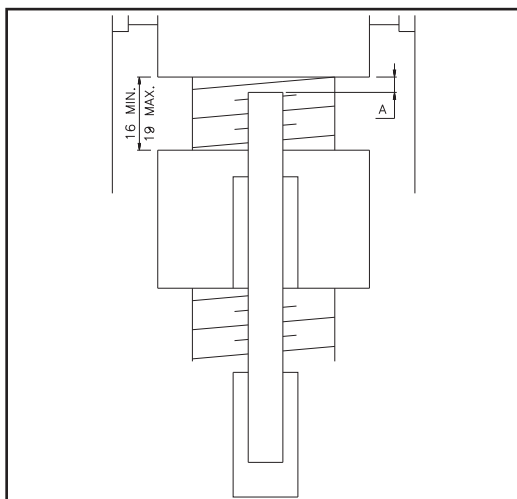

Fig.59 - Abb.59
■ check dimension in Fig.59: For optimal operating conditions ensure $A = 3 \text{ mm.}$
- Contrôler la cote A (Fig. 59): si A=3 mm, l'écrou est en parfait état.
- Die Maß auf Abb. 59 kontrollieren: wenn A=3 mm, man hat die bessere Arbeitsbedingungen.